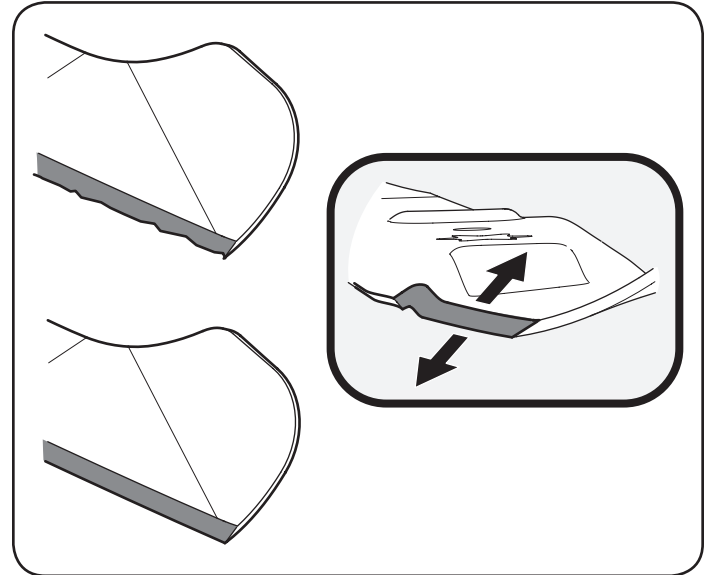

Figura 32
4. Para afilar las cuchillas de corte de forma adecuada, extraiga cantidades iguales de metal de ambos extremos de las cuchillas a lo largo de los bordes cortantes, paralelo al borde de caída y a un ángulo de 25° a 30°. Afíle siempre cada borde de las cuchillas de corte de forma pareja para mantener un equilibrio adecuado entre las mismas. Vea la Figura 32.